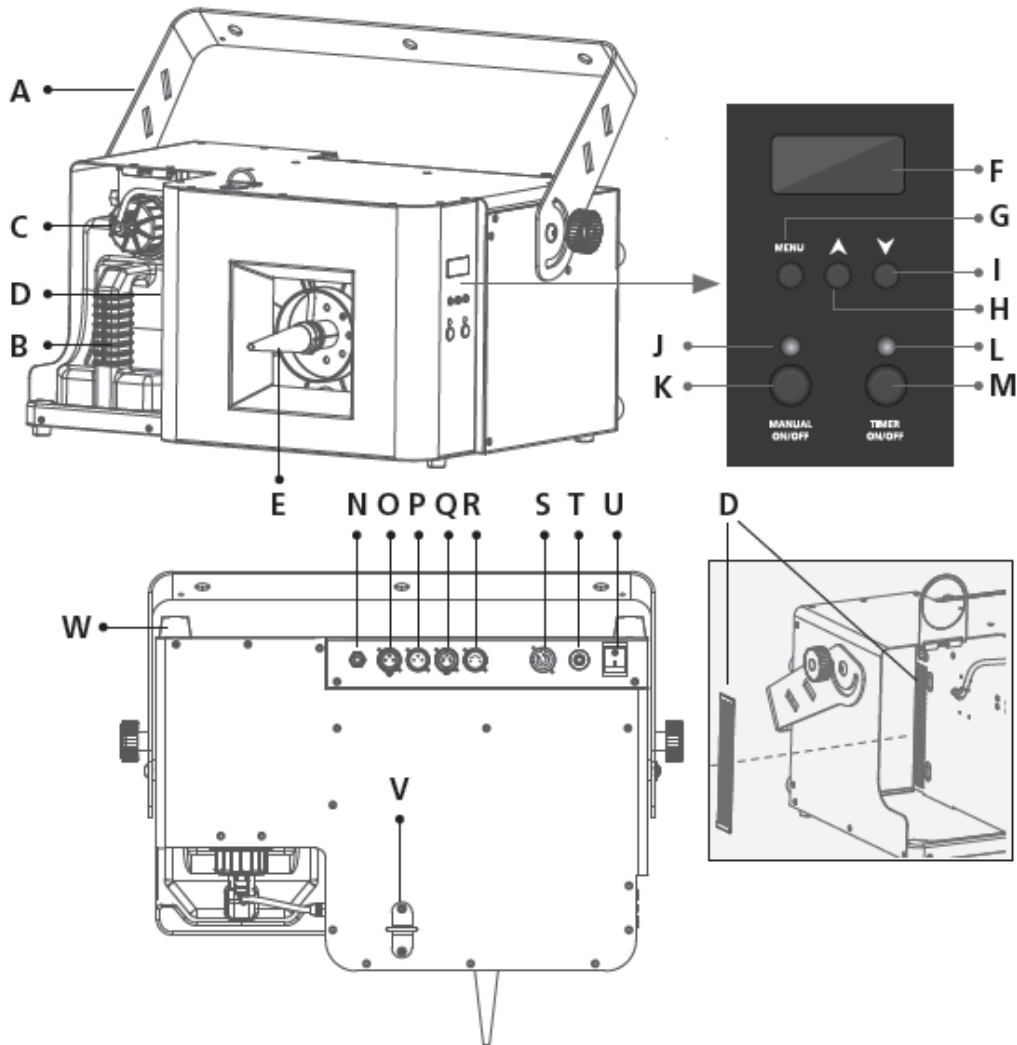

Рисунок 1
4. Залейте в бак жидкость для образования снега. Поместите питающую трубку с фильтром в бак с жидкостью (Рисунок 1-В). Используйте только высококачественную жидкость, рекомендованную вашим дилером.
5. Подсоедините быстросъемную муфту к крышке бака для жидкости (рисунок 1-С). Проверьте соединение.
8. Также для управления можно подключить пульт ДУ к соответствующему разъему (рисунок 1-N) на задней панели устройства.